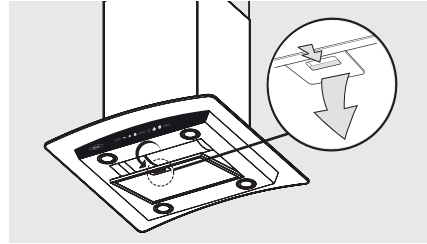

Figura 16.
- Para quitar el filtro de aluminio, presione la pestaña del seguro, esto liberará el filtro de la campana. Incline el filtro hacia abajo y retírelo. (Ver Figura 16).